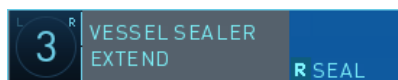

Figura 2.10 Pedal de vedação pressionado
2. Mantendo o controle manual completamente fechado, pressione e mantenha pressionado o pedal azul associado para vedar. O visualizador 3D mostra que o pedal de vedação está pressionado, destacando a área de status de ativação do instrumento (Figura 2.10). Continue pressionando o pedal para concluir o ciclo de vedação.